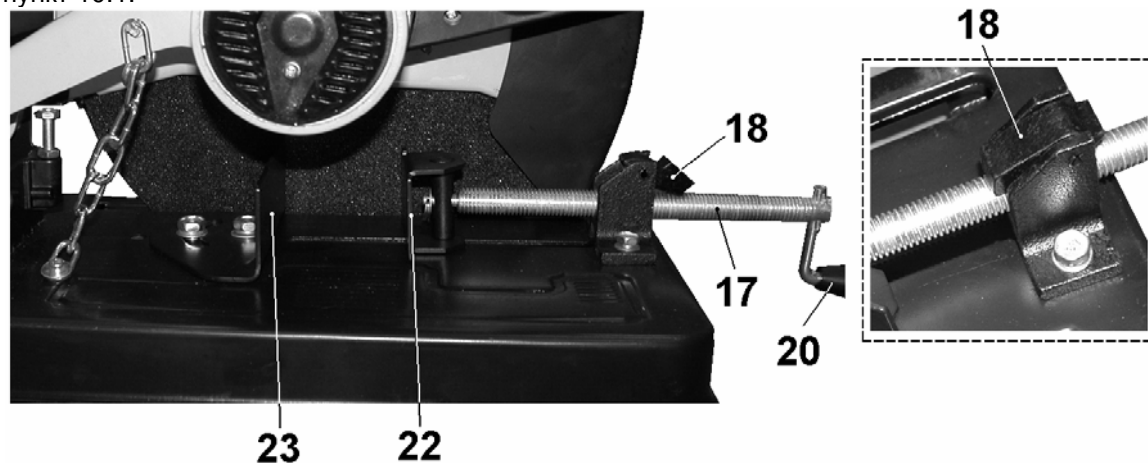

Рис. 5
11.2. Как показано на Рис. 5, откиньте полугайку (18), переместите ходовой винт (17) в положение, достаточное для установки заготовки. Установите заготовку и, как показано на Рис. 5, опустите полугайку (18). Вращая до определённого усилия ходовой винт (17) за ручку (20), надёжно закрепите заготовку. При использовании длинных заготовок обеспечьте надёжную фиксированную опору по всей длине заготовки.